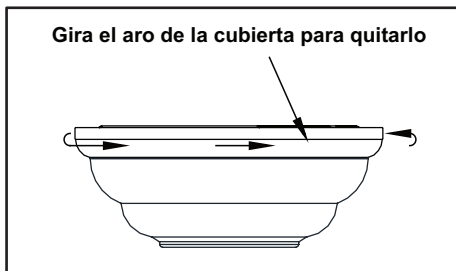

Figura 5
1. Retira el aro de la cubierta, girando el aro a la derecha hasta que se libere. (Figura 5)